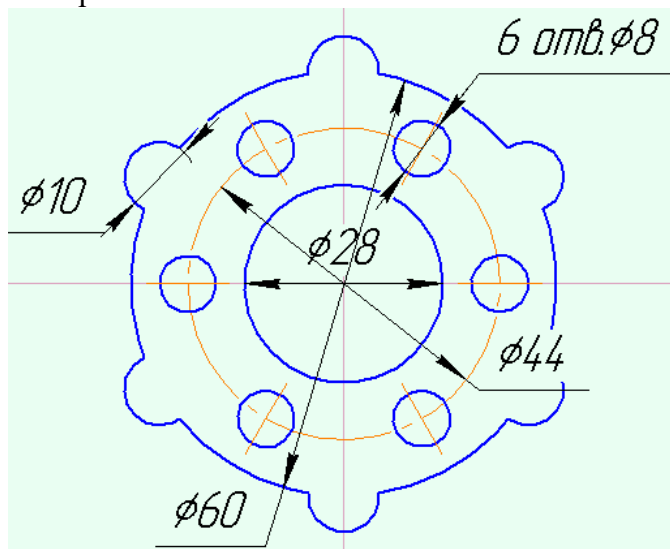

Рисунок 28
- Необходимо построить 3 окружности из точки начала координат, большую окружность построить с осями, а при построении средней необходимо поменять стиль окружности на осевую (см. рисунок 28).